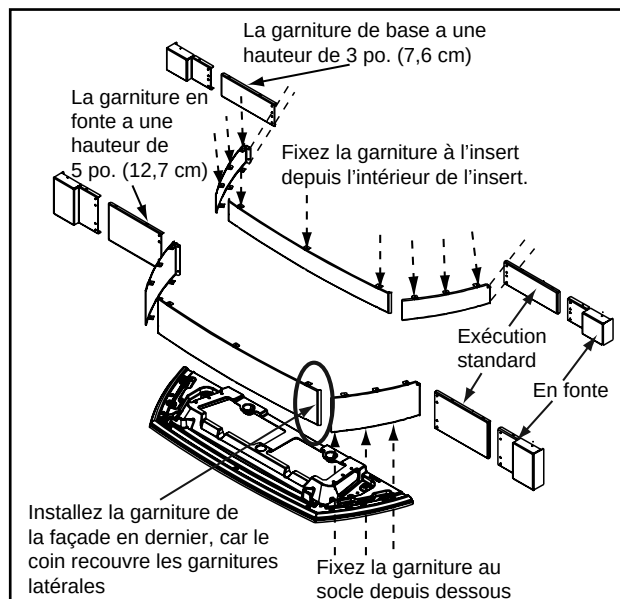

Figure 18.2
4. Posez le fond en fonte, face orientée vers le haut. Montez d'ABORD les 2 pièces latérales, puis la pièce avant. **Figure 18.2**
3. Enlevez les 2 parois en fonte et glissez la garniture assemblée sur les panneaux assemblés. **Voir figure 18.2 à la page 18.**